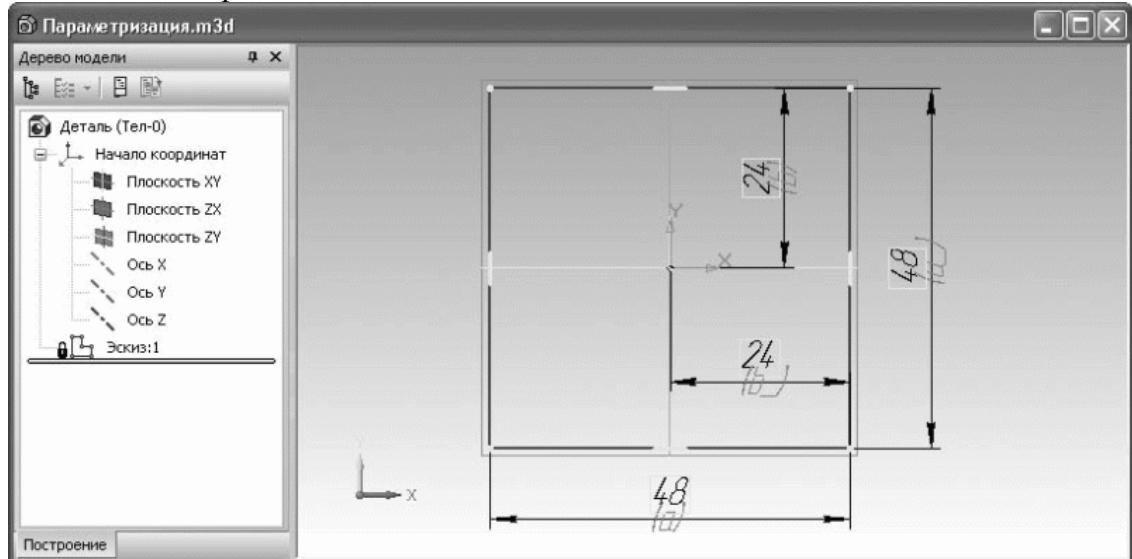

Рис. 3.46. Параметризованный эскиз
2. Вернитесь в окно документа детали и добавьте еще один размер, фиксирующий расстояние от центра квадрата до его вертикальной стороны (назовите ее переменной $b_$), а также два линейных размера, обозначающих длину сторон квадрата (присвойте этим размерам переменные a и $a_$) (рис. 3.46). Новые переменные должны сразу появиться в списке переменных эскиза на вкладке Переменные окна редактора формул. В столбце Выражение редактора формул напротив переменных $b_$ и $a_$ введите имена переменных b и a , чтобы сделать их равными.